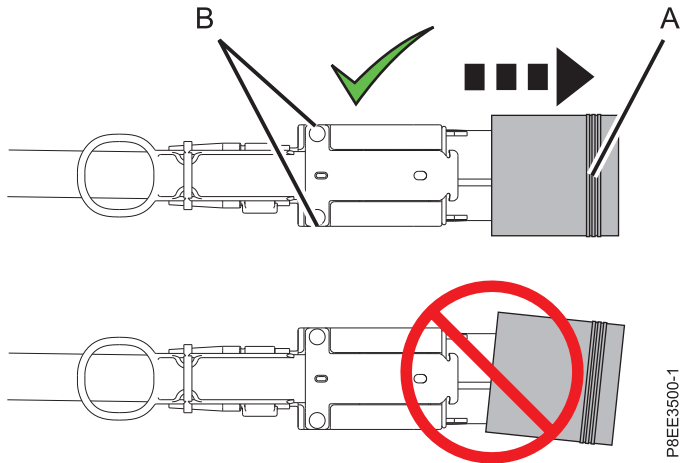

Figure 5. Retrait du capot de protection du connecteur sur le câble de tiroir d'extension
- a. Pour retirer le capot de protection, tenez le boîtier du câble (B) par ses bords courts avec les doigts d'une main.
- b. Saisissez ensuite le capot de protection par son bord long (A) avec les doigts de l'autre main et tirez dessus pour le retirer. Voir figure 5, à la page 5.